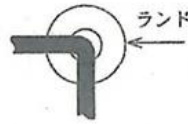
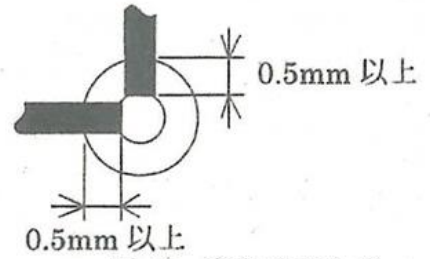

図 16
図 17 直角に交わる
- ・配線の変える場合は、図 16 のようにランド上で行い、そのランドをはんだ付けすること。また 2 方向から直角に交わるスズメッキ線を配線するランドでは、スズメッキ線を図 17 のように切断し、そのランドをはんだ付けすること。